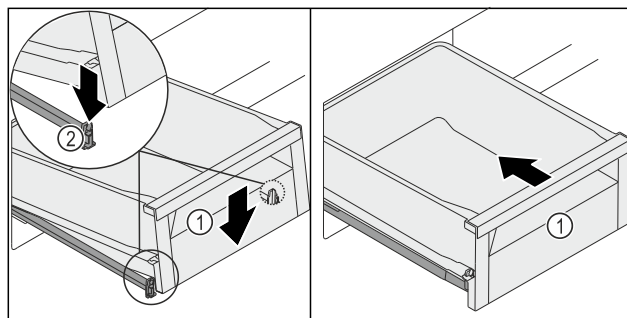

Fig. 260
- ▶ Szufladę Fig. 260 (1) opuścić z przodu tak, aby szuflada po stronie lewej i prawej wsunęła się w zacisk Fig. 260 (2).
- ▶ Szuflada Fig. 260 (1) zatrzaskuje się słyszalnie.
- ▶ Wsunąć szufladę Fig. 260 (1).